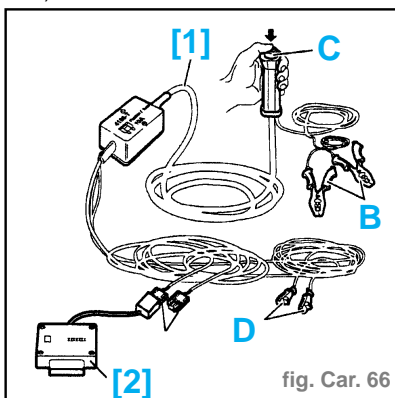

fig. Car. 66
- Brancher le connecteur (A) du faisceau spécial [1] (faisceau pour mise à feu des charges pyrotechniques réf. 1227) sur le connecteur de l'outil [2] (fig. Car. 66).